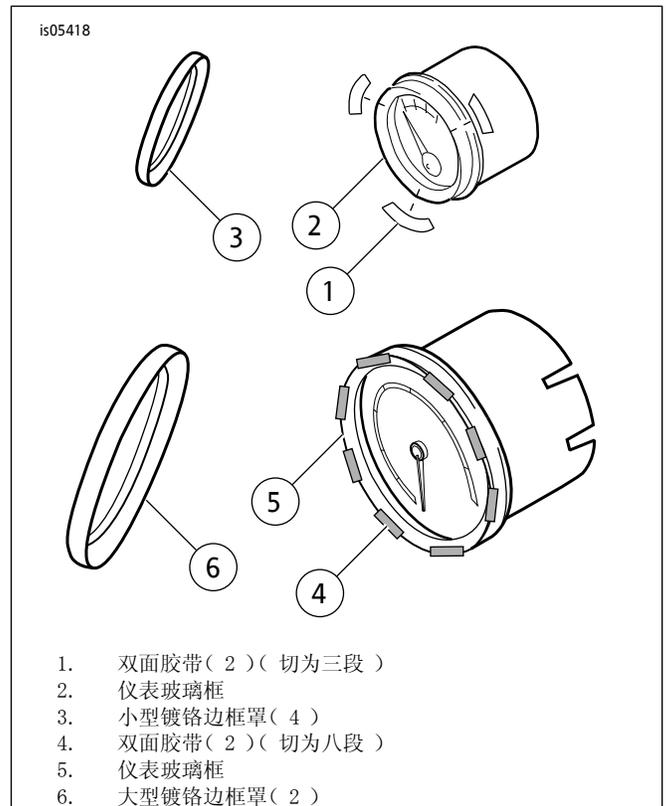

图1. 安装仪表玻璃框
1. 参见图1。将胶带(1)切断为长度相同的六段。
1. 参见图1。将胶带(4)切断为长度相同的十六段。每个边框罩使用八段。